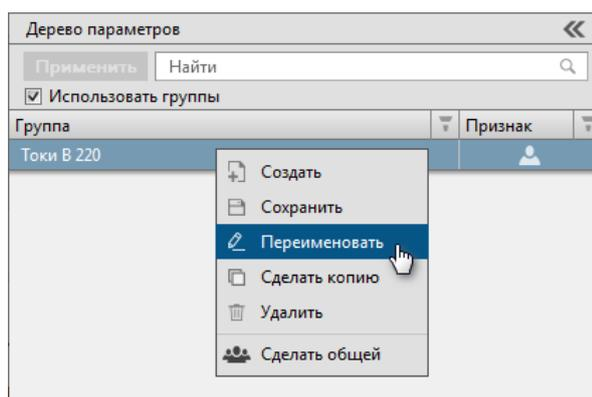

Рисунок 28 - Переименовать
1. Нажмите *к м* по выбранной группе сигналов и выберите команду **Переименовать** (Рисунок 28).